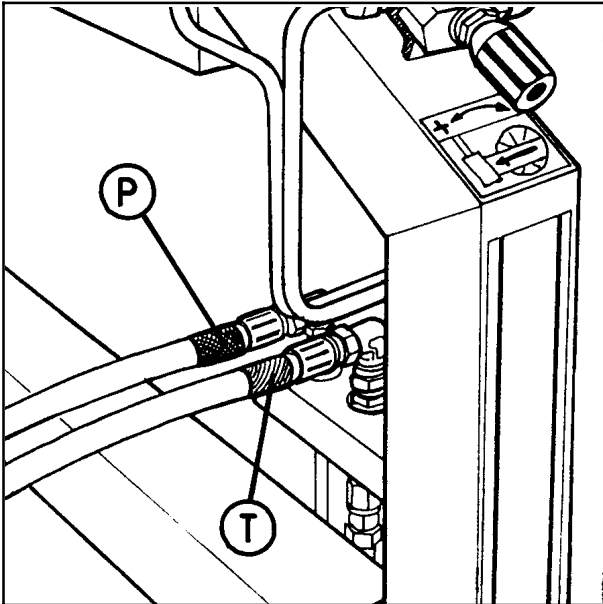

Fig. 4-4
**Slange med rødt merke kobles til trykk, (P), og slange med blått merke kobles til returen, (T).** (Se fig. 4-4).